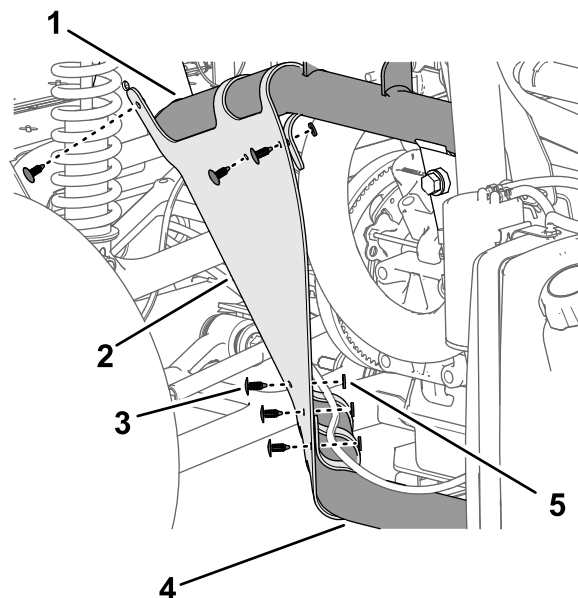

Figura 215
2. Sujete el panel interior del guardabarros a los tubos del bastidor con las 6 grapas (Figura 215).
3. Alinee los orificios del guardabarros con los orificios del bastidor de la máquina, según se muestra en Figura 215.